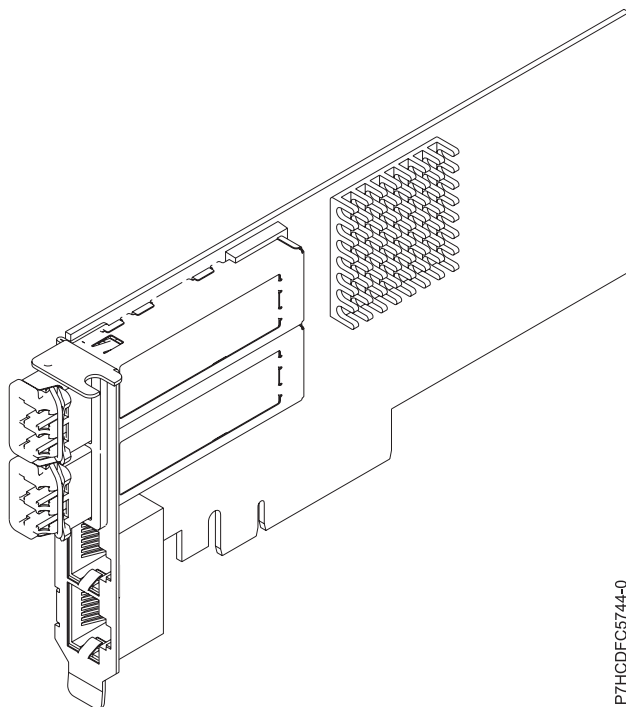

Figura 35. Adaptador PCIe2 UTP 2x10GbE SR 2x1GbE
O Adaptador PCIe2 UTP 2x10GbE SR 2x1GbE é um PCI Express geração 2, adaptador de cabo unificado Ethernet de 4 portas com uma interface de barramento do host PCI Express 2.0. O adaptador é otimizado para computação em nuvem, virtualização, armazenamento e outros aplicativos do datacenter. O adaptador de quatro portas fornece duas portas Ethernet de 10 Gb e duas portas Ethernet de 1 Gb. As duas portas transceptoras de raiz única (SR) compacto plugável (SFP+) de 10 Gb são usadas para conectividade com outros servidores ou comutadores na rede. Cada porta SFP+ (SR) fornece conectividade Ethernet com uma taxa de dados nominal de 10 Gbps (gigabits por segundo), e usa os cabos twinaxial de cobre SFP+ de até 5 m (16,4 pés) de comprimento. Cada uma das portas RJ45 fornece conectividade Ethernet em uma taxa de dados de 1 Gbps. Os recursos de agregação de link e de failover do adaptador são ideais para aplicativos de rede crítica que requerem redundância e alta disponibilidade. Figura 35 na página 121 mostra o adaptador FC 5745.